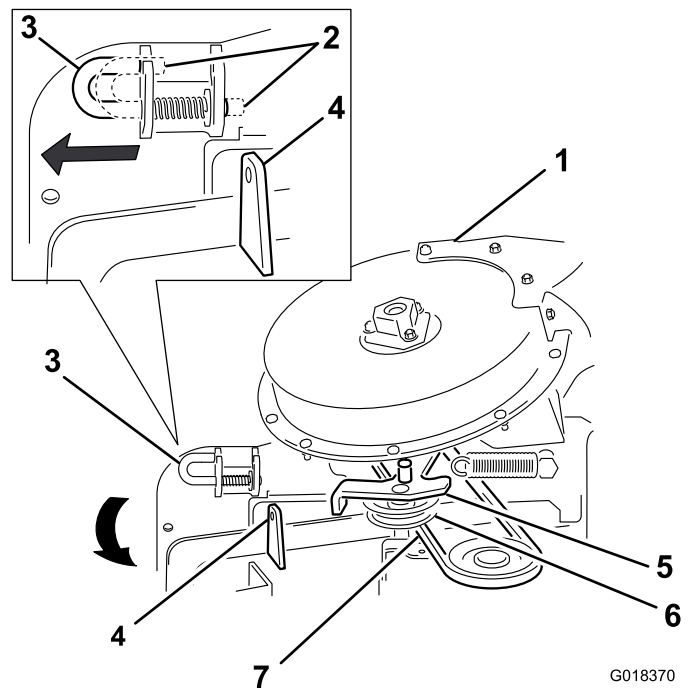

Figura 39
4. Spostate il perno di bloccaggio dalla posizione di blocco alla posizione di apertura (Figura 39).
5. Chiudete il gruppo del soffiatore e allineate il perno di bloccaggio con il foro sulla staffa della guida di carico (Figura 39).